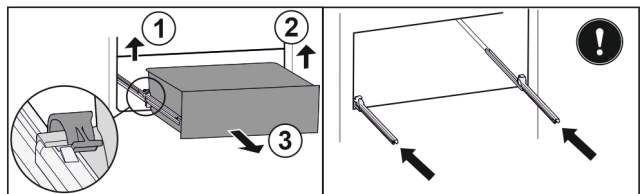

Fig. 165
- Soulever la bride gauche et tirer dans le même temps la partie gauche du tiroir vers l'avant. Fig. 165 (1)
- Soulever la bride droite et tirer dans le même temps la partie droite du tiroir vers l'avant. Fig. 165 (2)
- Retirer le tiroir par l'avant. Fig. 165 (3)